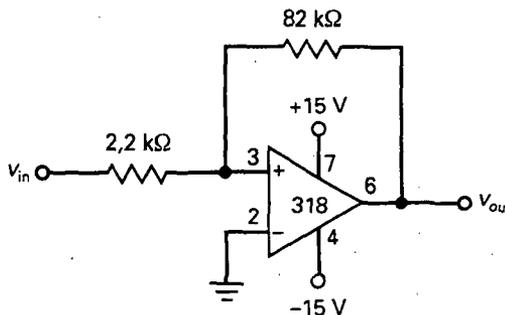

Figura 22-45
- 22-14. ¿Cuáles son los puntos de conmutación y la histéresis si $V_{sat} = 14$ V en la Figura 22-45?
- 22-47. La tensión de ruido en la entrada de la Figura 22-45 puede ser hasta de 1 V pico a pico. Sugiera uno o más cambios que hagan el circuito inmune a dicha tensión.